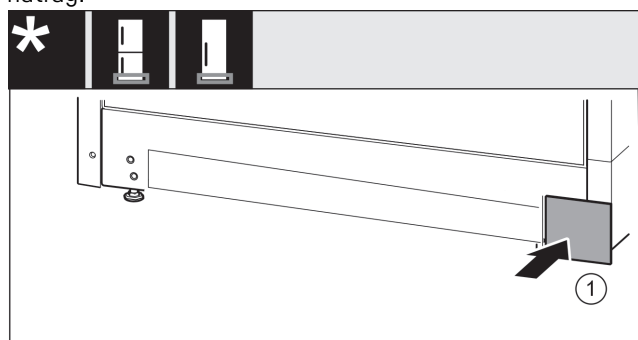

Fig. 18
- ▶ Ponovno natakните poklopac Fig. 18 (1) na drugu stranu.